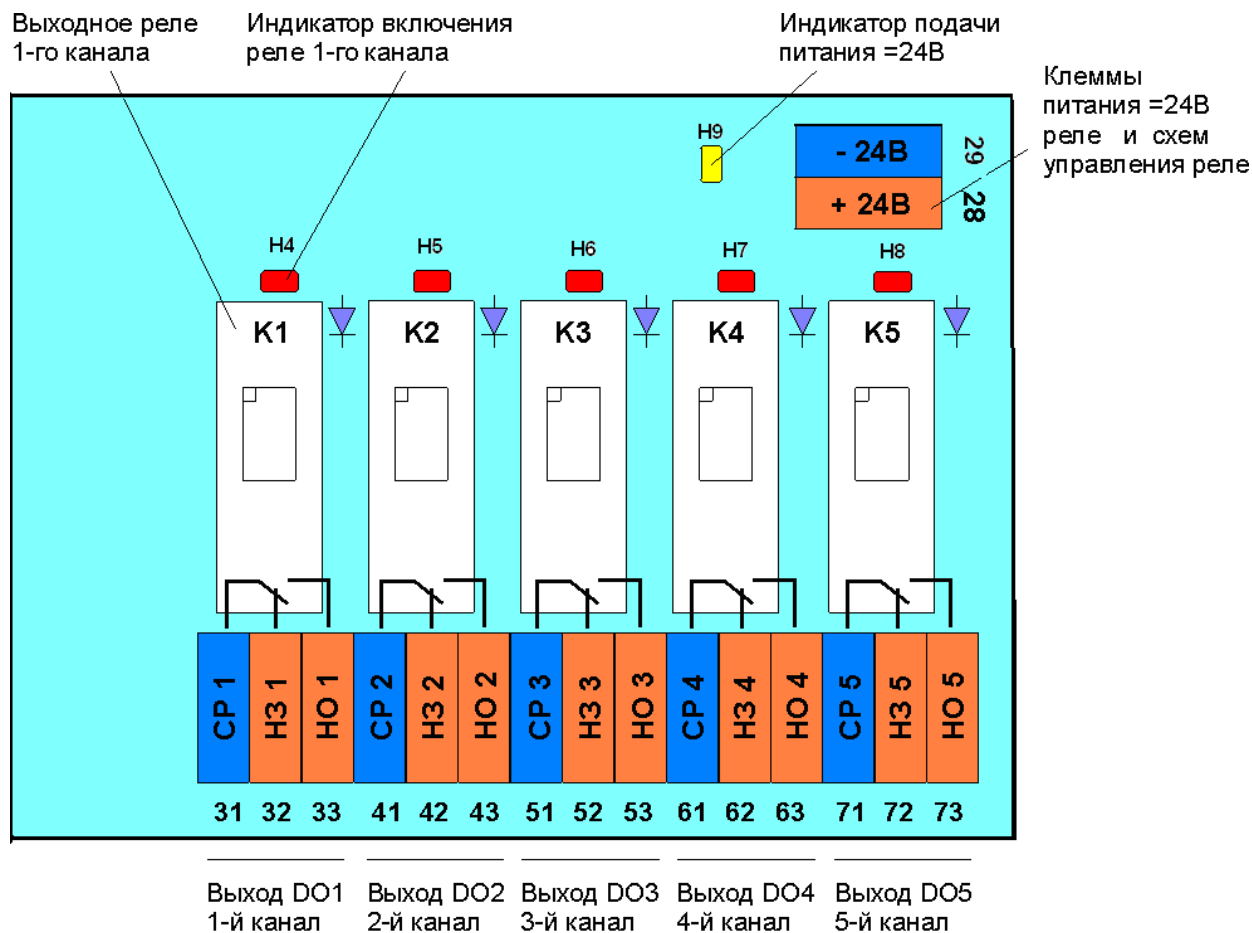

Рисунок 10.7 - Подключение дискретных выходов с помощью клеммно-блочного соединителя КБ3-34Р-01
10.3.4.1 Подключение дискретных выходов с помощью клеммно-блочного соединителя КБ3-34Р-01 представлено на рис. 10.7.